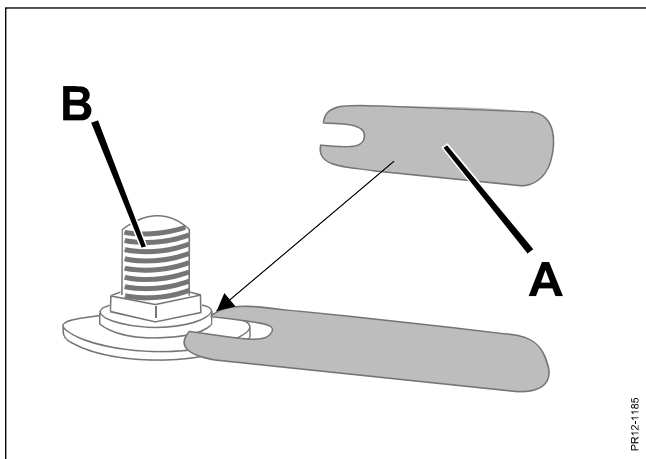

Fig. 5-9
- Fig. 5-9** I forbindelse med knivskifte kontrolleres alle knivbolte **B** på skiverne jævnlgt med kontrollæren **A** (med i reservedelspakken).